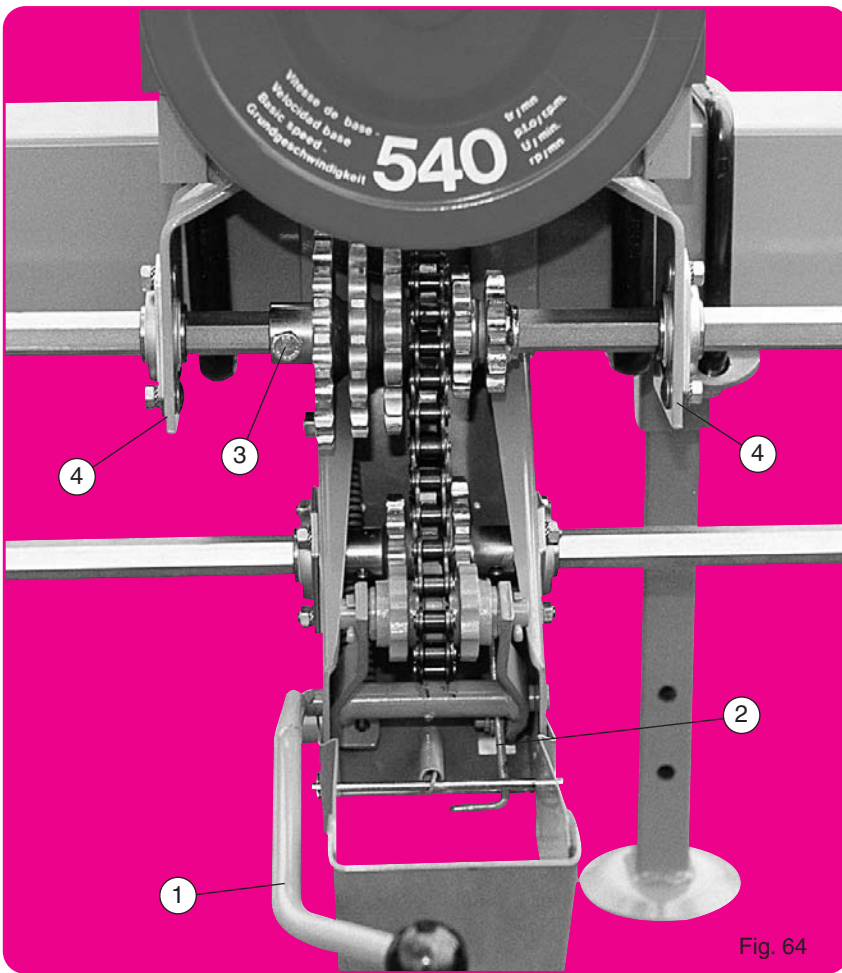

Fig. 64
- Montage normal (fig. 64) pour semoir à nombre de rangs pair et inter-rangs supérieur à 45 cm.
Normale Montage (Abb. 64) für Sämaschinen mit gerader Reihenanzahl und Reihenabstand über 45 cm.
- Normal assembly (fig. 64) for planters with an even number of rows and inter-row spacing over 45 cm (18")
\* Обычная сборка (рис.64) для сеялок с четным количеством рядов и расстоянием между рядами свыше 45 см.